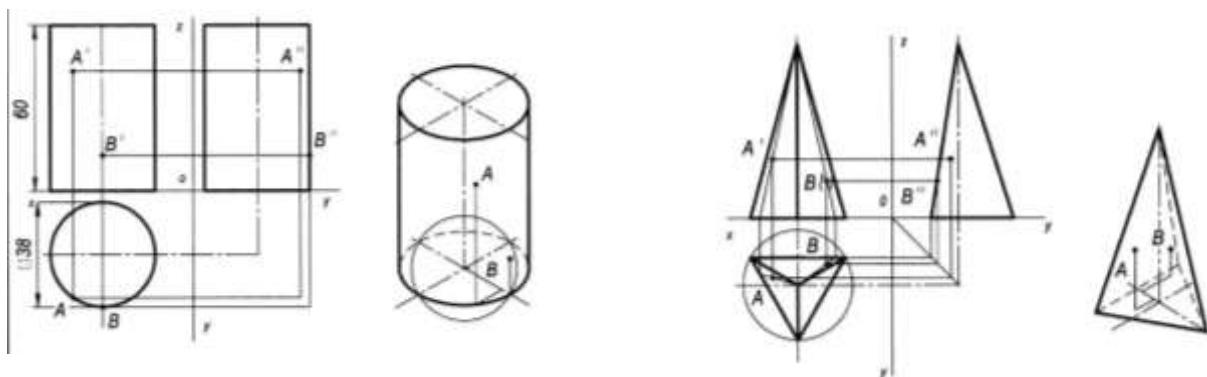

Рисунок 19 - Пример оформления графической работы
- 4.Построение аксонометрических проекций тел лучше начинать с проекций их оснований, учитывая расстояние между центрами оснований, рис.19.